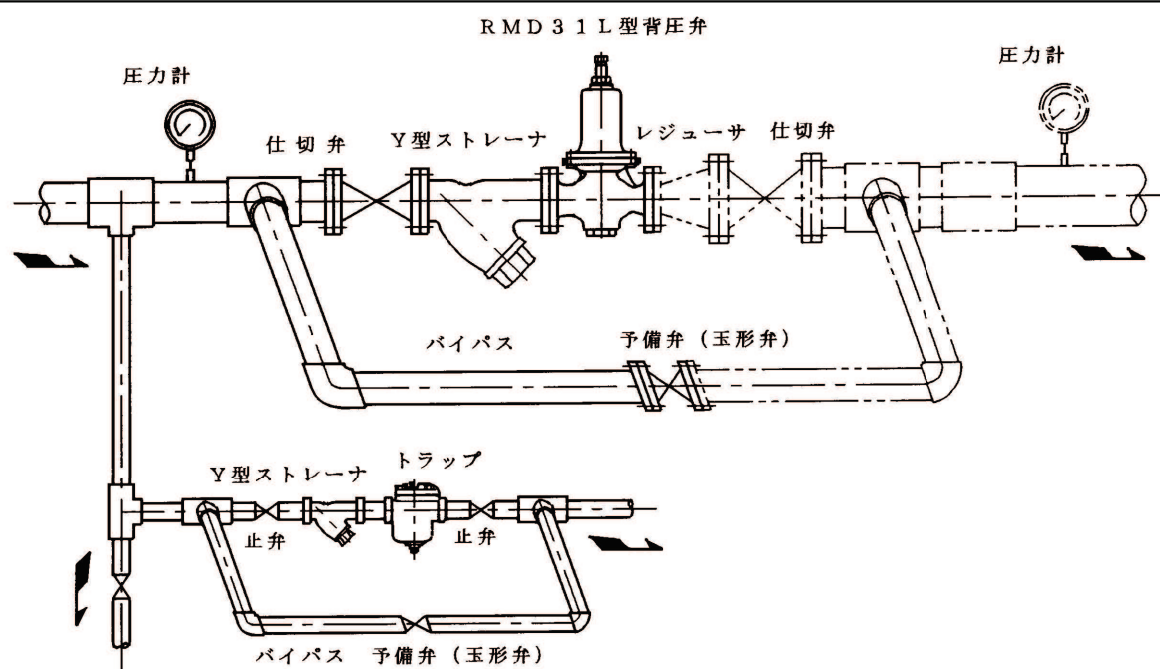

図3 配管例図（気体用）
- 2.4 配管に際しては図3の配管例図に示すように必ずY型ストレーナ及び予備弁（玉形弁）を備え、更に前後弁（仕切弁）と圧力計を取り付けるよう御計画ください。
なお、流体が空気などの気体の場合で出口側が大気開放の際は図3の配管例図において二点鎖線の部分は必要ありません。